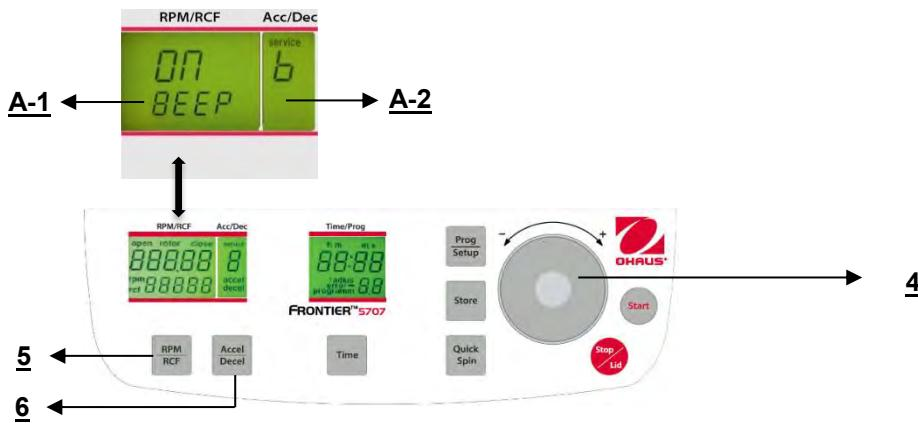

Figura. 32
Proceda como se describe en el punto 4.1.2 para ingresar en este modo de programa y luego presione el botón "Accel/Decel" (6). En la pantalla "Acc/Dec" (A-2) destella la palabra "Service". Ahora seleccione la letra "B" con el dial de ajuste (4). Como resultado, en la pantalla "RPM/RCF" (A-1) aparece la palabra "ON/BEEP". Despues de presionar el botón "RPM/RCF" (5), puede encender el sonido del teclado (On) o apagarlo (Off) con el dial de ajuste (4). (Vea la Figura 32).